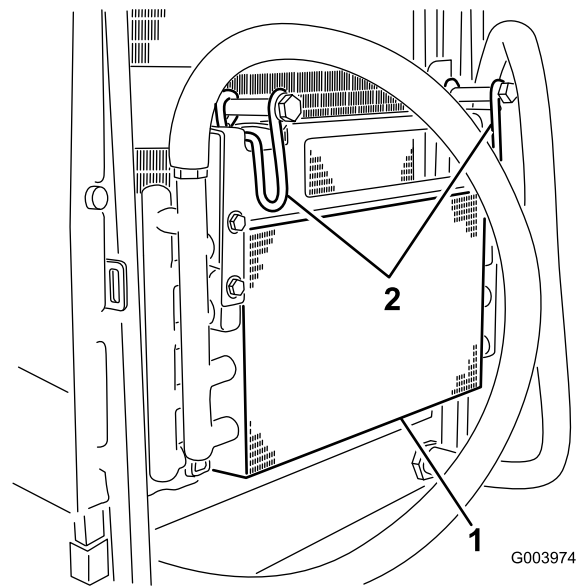

図 58
5. オイルクーラのラッチを内側に倒してオイルクーラを外す(図 58)